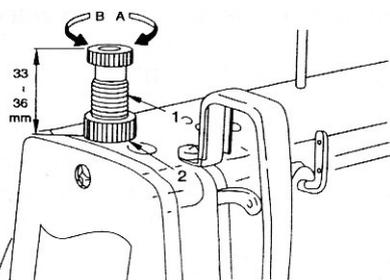

Fig. 17
11. AJUSTE DA PRESSÃO DO CALCADOR (FIG. 17)